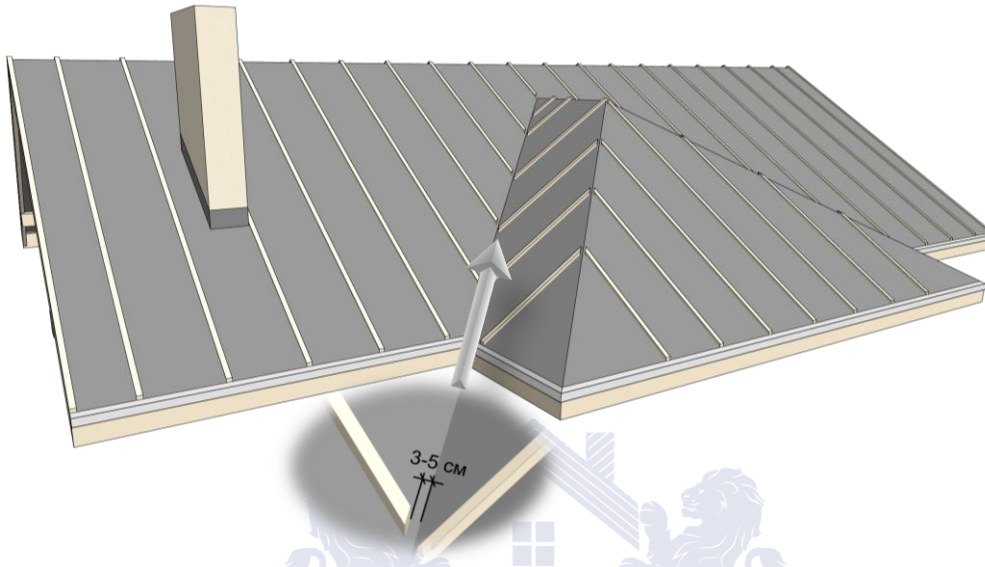

Рис.7 "Схема монтажу"
- Встановлюється контробрешітка вздовж крокв (Рис. 7), таким чином конденсат, який утворюється на внутрішній поверхні покрівельного матеріалу, має без перешкод стікати по гідроізоляційній плівці в ринву.
- У місцях внутрішнього стику скатів контробрешітку монтуємо із проміжком 3-5 см до місця внутрішнього стику схилів (Рис.7), для вільного відведення конденсату, снігу, будівельного сміття та пилу, а також вентиляції підпокрівельного простору на цих ділянках.